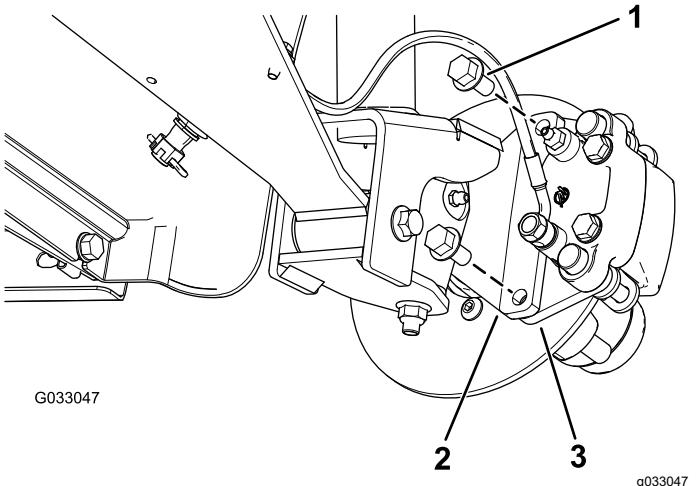
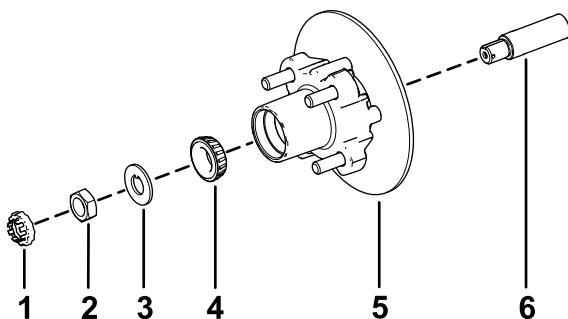

Figura 29
Figura 33
3. Retire los pernos con arandela prensada ($\frac{3}{8}$ " x $\frac{3}{4}$ ") que sujetan el soporte del conjunto de freno al eje y separe el freno del eje (Figura 29).
1. Aplique una ligera capa de grasa del tipo especificado en el eje (Figura 33).
2. Monte el cubo y el rotor en el eje con el rotor hacia dentro (Figura 33).
3. Monte el cojinete exterior en la mangueta y acople el cojinete al anillo de rodadura exterior (Figura 33).
4. Monte la arandela con pestaña en la mangueta (Figura 33).
5. Enrosque la tuerca en el eje y apriete la tuerca a 15 N·m (11 pulgadas-libra), girando el cubo para asentar el cojinete (Figura 33).
2. Alinee las pastillas de freno en cada lado del rotor (Figura 29) y los taladros del soporte de la pinza con los taladros de montaje del freno de la maneta (Figura 33).
3. Sujete el soporte de la pinza a la maneta (Figura 29) usando los 2 pernos con arandela prensada ($\frac{3}{8}$ " x $\frac{3}{4}$ ").